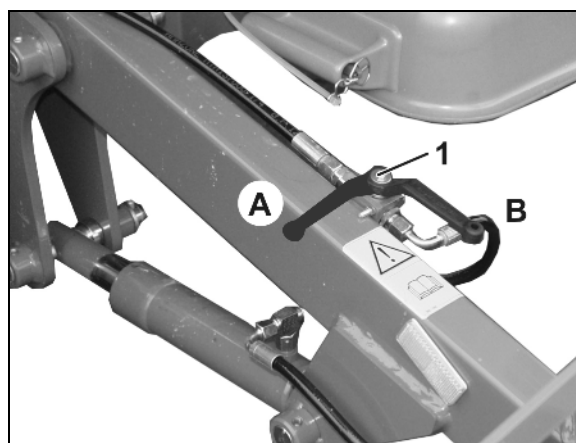

Рис. 98
3. Перевести запорный кран (Рис. 98/1) в положение **B**.